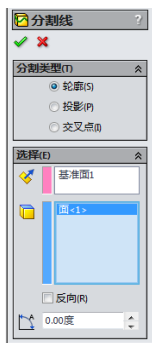

图 7-8 参数设置
- 03 选择【轮廓】分割线类型，在绘图区选择【基准面 1】以确定拔模方向，然后选择模型表面作为要分割的面，如图 7-8 所示。